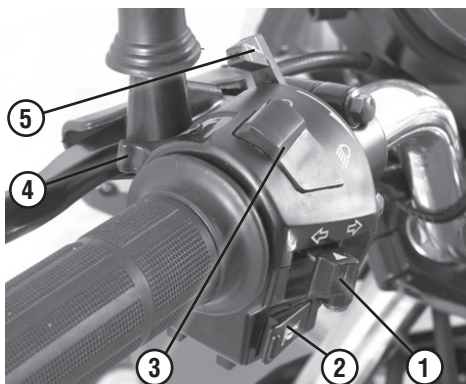

Рис.5 Блок переключателей на руле левый
**Переключатель указателей поворотов** (рис. 5, поз. 1). Переключатель указателей поворотов используется для включения и выключения указателей поворотов.
Переключатель света фары (рис. 5, поз. 3) имеет 2 фиксированных положения:
**Кнопка звукового сигнала** (рис. 5, поз. 2). В случае необходимости подачи звукового сигнала нажмите на кнопку.
Клавиша светового сигнала (рис. 5, поз. 4). В случае необходимости подачи кратковременного светового сигнала дальним светом фары нажмите на клавишу.
Рычажок топливного корректора (пускового обогатителя) (рис. 5, поз. 5). Для запуска холодного двигателя поверните рычажок топливного корректора на себя. Запустите и прогрейте двигатель до тех пор, пока он не будет устойчиво работать на холостых оборотах и быстро, без «провалов» набирать обороты при повороте рукоятки управления дросселем. В процессе прогрева переведите рычажок топливного корректора в исходное положение.
Включите нейтральную передачу. Убедитесь, что боковой упор убран. Перед запуском холодного двигателя поверните рычажок топливного корректора (рис. 5, поз.5) на себя, затем вставьте ключ в замок зажигания, поверните его по часовой стрелке в положение ON и, убедившись, что контрольная лампа нейтральной передачи горит, нажмите на кнопку пуска двигателя (электростартера) .